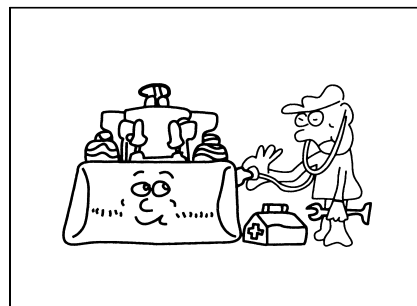

Рис. 1-67
- Внимательно отыскать дефекты, при возникновении дефекта следует немедленно сообщить связанному лицу для ремонта. Запрещается ремонтировать работающие детали (рис. 1-67).